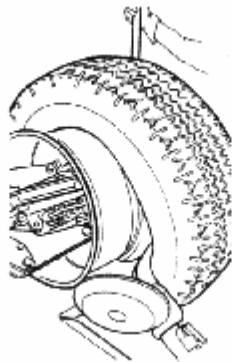

Рисунок 9
10.5. Вращать колесо против часовой стрелки до тех пор, пока закраина шины полностью не отделится от обода (рисунок 9).